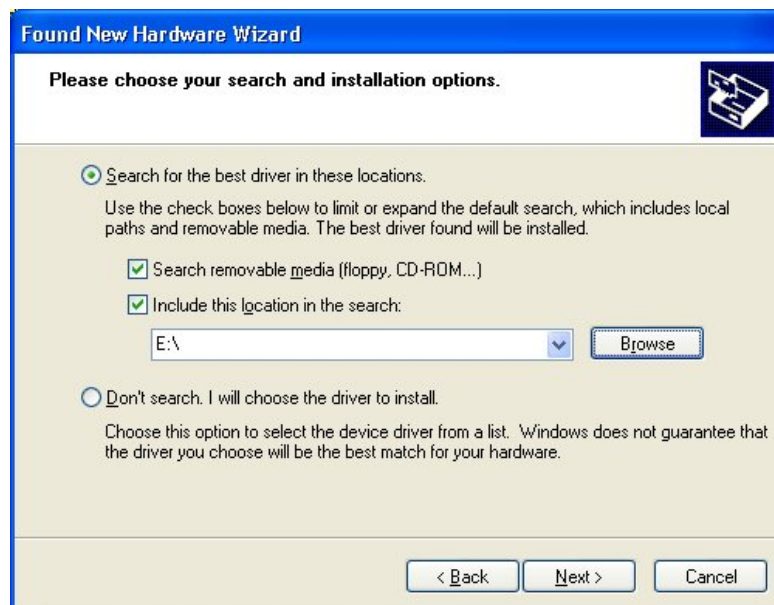

Figura 6: Windows requiere la ubicación exacta de la unidad.
5. Windows solicita la ubicación de la unidad. Realice los ajustes (consulte la Figura 6). Busque el CD y haga clic en el botón **Abrir**. Presione el botón **Siguiente** para continuar.